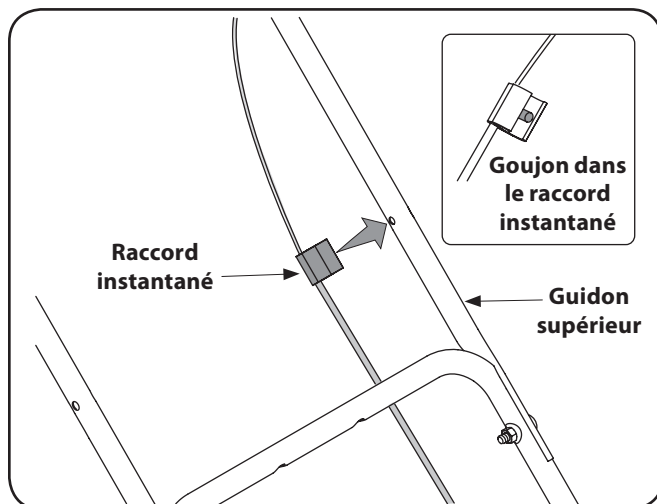

Figure 3-7
1. Enfoncez le goujon, qui se trouve dans le raccord instantané, dans le trou sur la gauche du guidon supérieur, comme à la Figure 3-7.